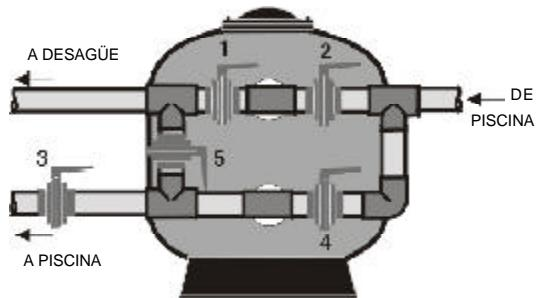

FIG.13
8.2. BATTERIE DE 5 VANNES (FIG 13)